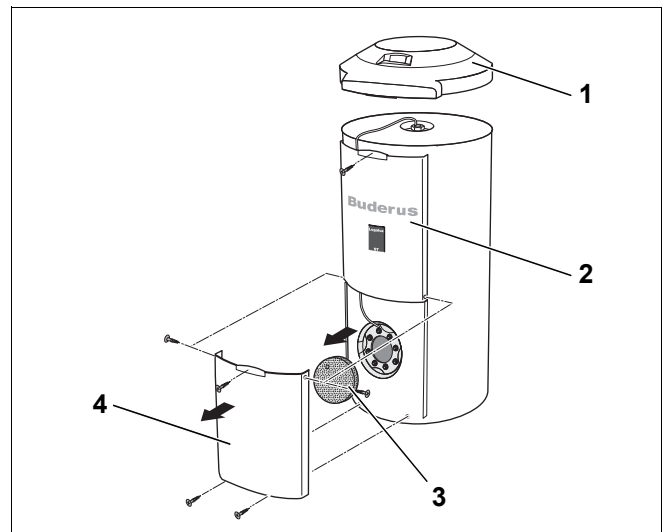
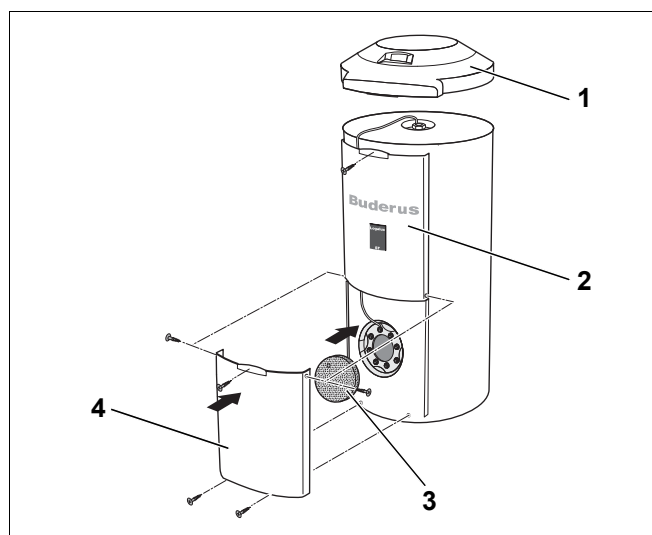

Рис. 10 Демонтаж обшивки
Рис. 15 Монтаж облицовки
- Снять крышку бака (рис. 10, поз. 1).
- Вынуть верхнюю обшивку (рис. 10, поз. 2) из профильных направляющих. Для этого отсоединить три болта (верхний и боковые).
- Вынуть нижнюю обшивку (рис. 10, поз. 4) с теплоизоляцией крышки смотрового люка (рис. 10, поз. 3) из профильных направляющих. Для этого отсоединить три болта (средний, верхний и нижний).
- Задвинуть нижнюю обшивку (рис. 15, **поз. 4**) вместе с теплоизоляцией крышки (рис. 10, **поз. 3**) в профилирующие направляющие и закрепить тремя винтами (в середине и внизу).
- Верхнюю обшивку (рис. 10, **поз. 2**) задвинуть в направляющие и закрепить тремя винтами (вверху и сбоку).
- Установить крышку (рис. 10, **поз. 1**) на бак.